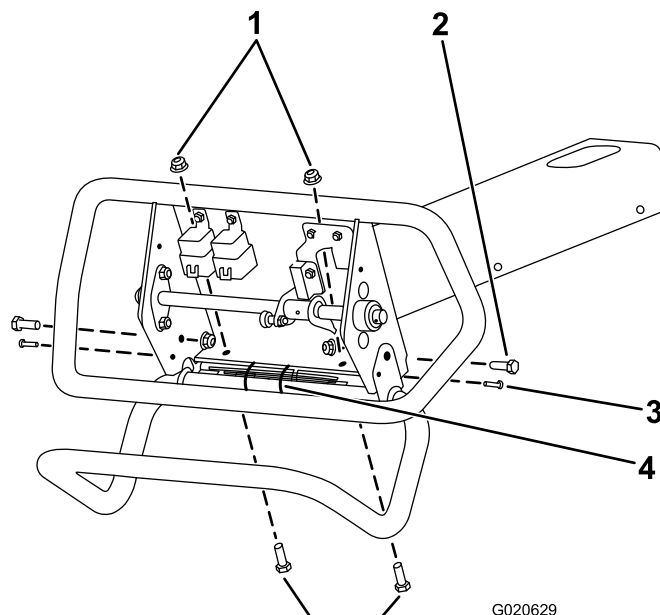

Bild 5
1. Fluchten Sie die Löcher des Bügels mit den Löchern im Rahmen aus (Bild 5).
2. Stecken Sie die zwei Sechskantschrauben (Nr. 10-24" x 3/4") lose durch den Bügel, die Rahmenlöcher und die Bedienfeldabdeckung (Bild 5).
3. Befestigen Sie den Bügel mit den vier Sechskantschrauben (3/8" x 1") und den vier Bundmuttern am Rahmen (Bild 5).
4. Ziehen Sie die vier Sechskantschrauben (Nr. 10-24" x 3/4") an, mit denen die Abdeckung am Rahmen befestigt ist (Bild 5).
5. Bringen Sie die zwei Kabelbinden an, mit denen der Kabelbaum am Rahmen befestigt ist (Bild 5).